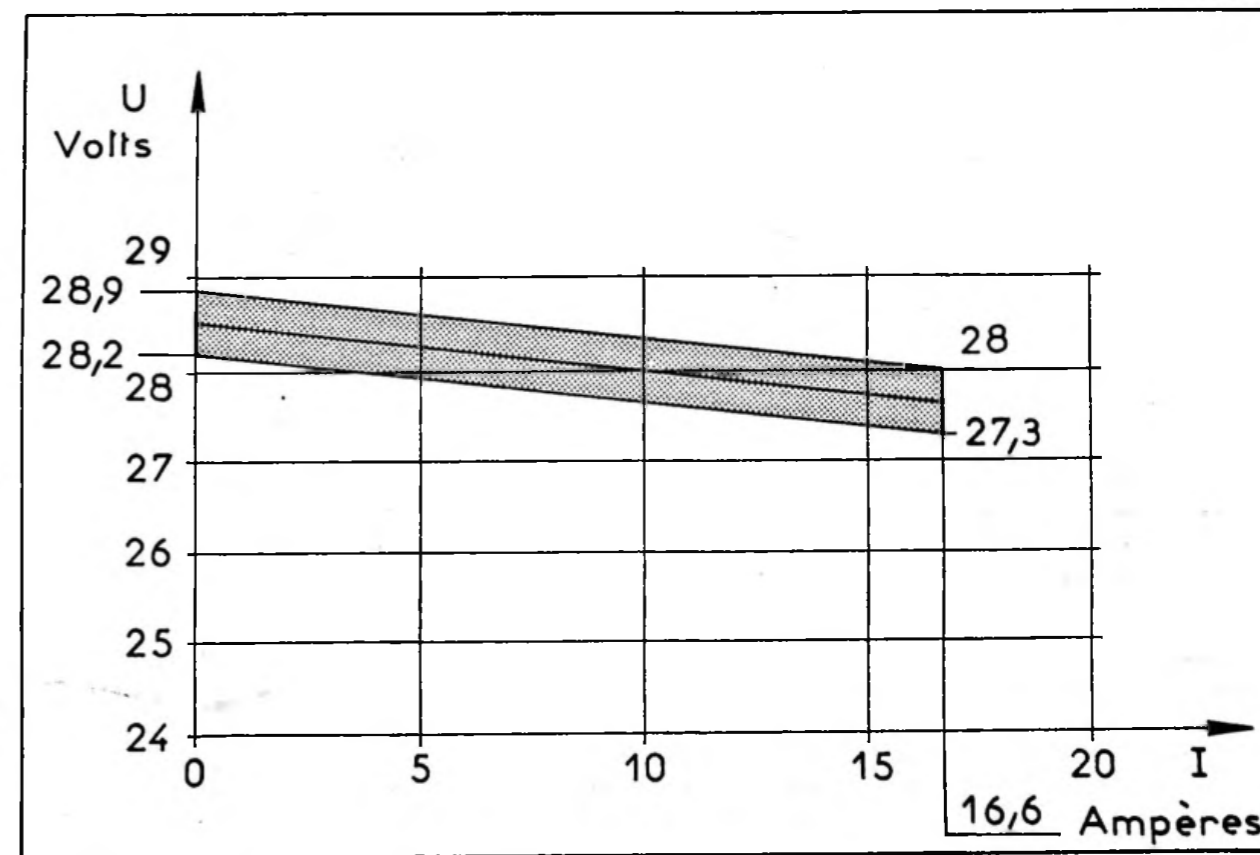

Fig. 3 Graphique de la régulation de tension
- Effectuer plusieurs mesures et les reporter sur le graphique de la figure 3. Celles-ci doivent être comprises dans la partie ombrée, sinon le régulateur est défectueux.
NOTA : Le graphique (figure 3) correspond à des mesures relevées à la température de 20° C.